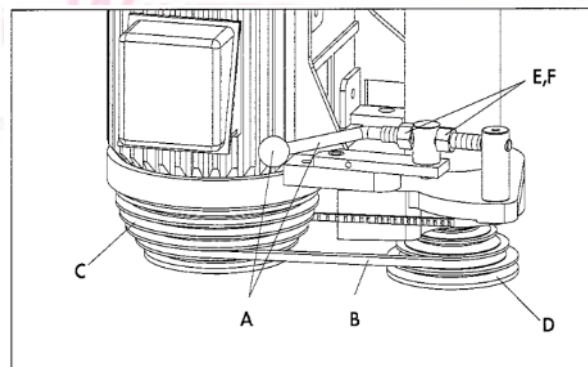

Abbildung 12
- Nach dem Positionieren des Riemens (B) Abb.12 auf den gewünschten Stufen der Motorriemenscheibe (C) und Spindelriemenscheibe (D), bewegen Sie den Spannhebel (A) nach links, um den Riemen wie gezeigt zu spannen.